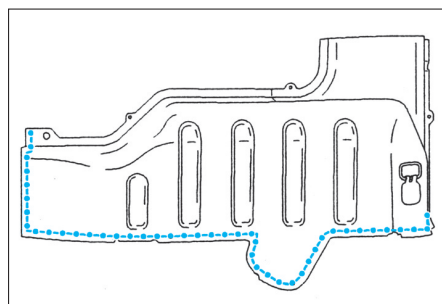

FIG. 148
- Préparer les bords d'accostage et les protéger par un apprêt soudable (Fig.148).